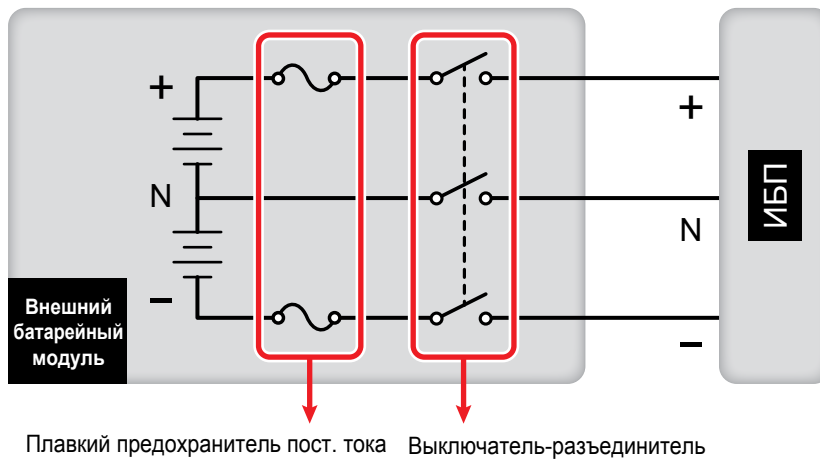
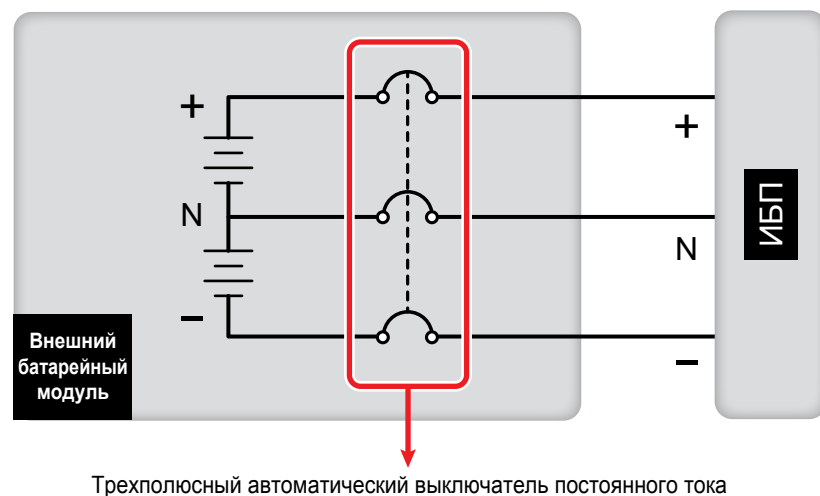

Рис. 6-18. Установка выключателя-разъединителя последовательно с плавким предохранителем постоянного тока
Рис. 6-20. Установка трехполюсного автоматического выключателя постоянного тока
- Устройство защиты внешнего батарейного модуля выбирается квалифицированным сервисным специалистом. Таким устройством может быть выключатель-разъединитель, включенный последовательно с плавким предохранителем постоянного тока, или автоматический выключатель переменного тока; см. **Таблицу 6-2**. При выборе устройства защиты внешнего батарейного модуля следует руководствоваться следующими факторами: (1) значение тока перегрузки между ИБП и цепью батарей, (2) значение тока короткого замыкания, (3) материал жилы кабеля, (4) требования местных ПУЭ. По вопросам установки устройства защиты внешнего батарейного модуля вы можете обратиться в сервисную службу Delta. Схемы подключения устройства защиты внешнего батарейного модуля показаны на **Рис. 6-18 ~ Рис. 6-20**.